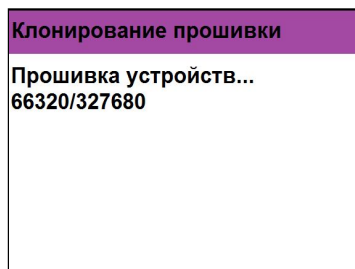

Рисунок 18 - Процесс клонирования загрузчика на ППК-мастер
- 1.3.4. После запуска процесса будет отображаться количество переданных пакетов/общее количество пакетов (рисунок 18).